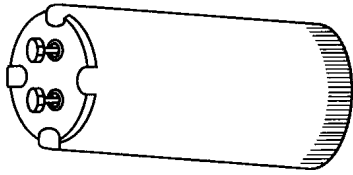

图 1-4 启辉器
② 启辉器。启辉器又称为日光灯断路器，它是与日光灯配套使用的电气元件，结构如图 1-4 所示。